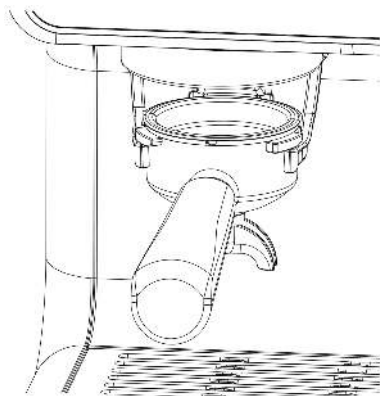

Abb. 5:
5. Wie in Abb. 5 gezeigt, platzieren Sie den Portafilter in die Pulverempfangshalterung.